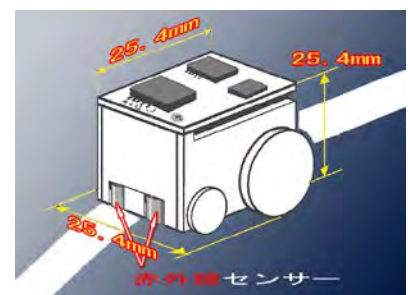

図2 マイクロライトレーサ本体の大きさ
- 3-3 マイクロライトレーサ本体の大きさは1インチ角つまり、全長 25.4mm、全幅 25.4mm、全高 25.4mm 以内（図2）とする。ただし、競技規定3-4で定めるセンサ部、および、同3-5で定める電源に関してはこの限りではない。また、キット廃止に伴い自作の困難さを考慮し、本大会ではサイズが規定より3mm長くなることを認める。